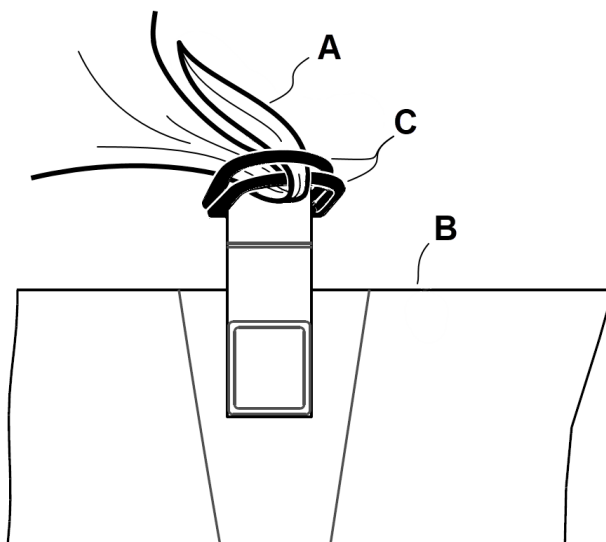

Figura 18 – Applicazione delle lenzuola
1. Separare gli anelli a D (C) (Figura 18).
2. Far passare i quattro angoli delle lenzuola attraverso gli anelli a D (C) fissati alla fodera inferiore per assicurare le lenzuola (A) alla superficie di supporto (B).